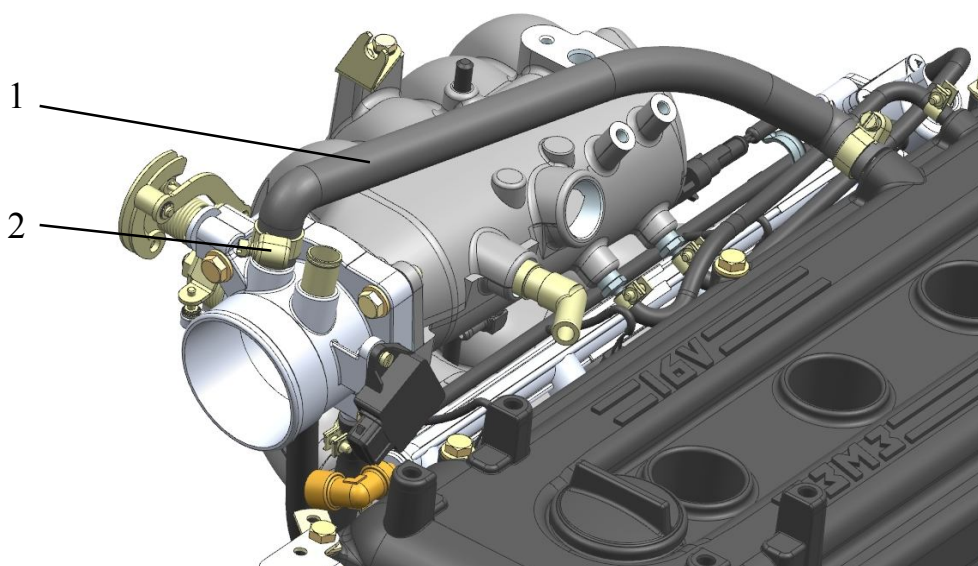

Рис.201. Установка шланга основной ветви вентиляции картера:
5. Установить шланг 1 (рис.201) основной ветви вентиляции картера с хомутами 2 на патрубок крышки клапанов и штуцер ресивера. Закрепить шланг хомутами, завернув винты хомутов моментом 4...6 Н·м (0,4...0,6 кгс·м).